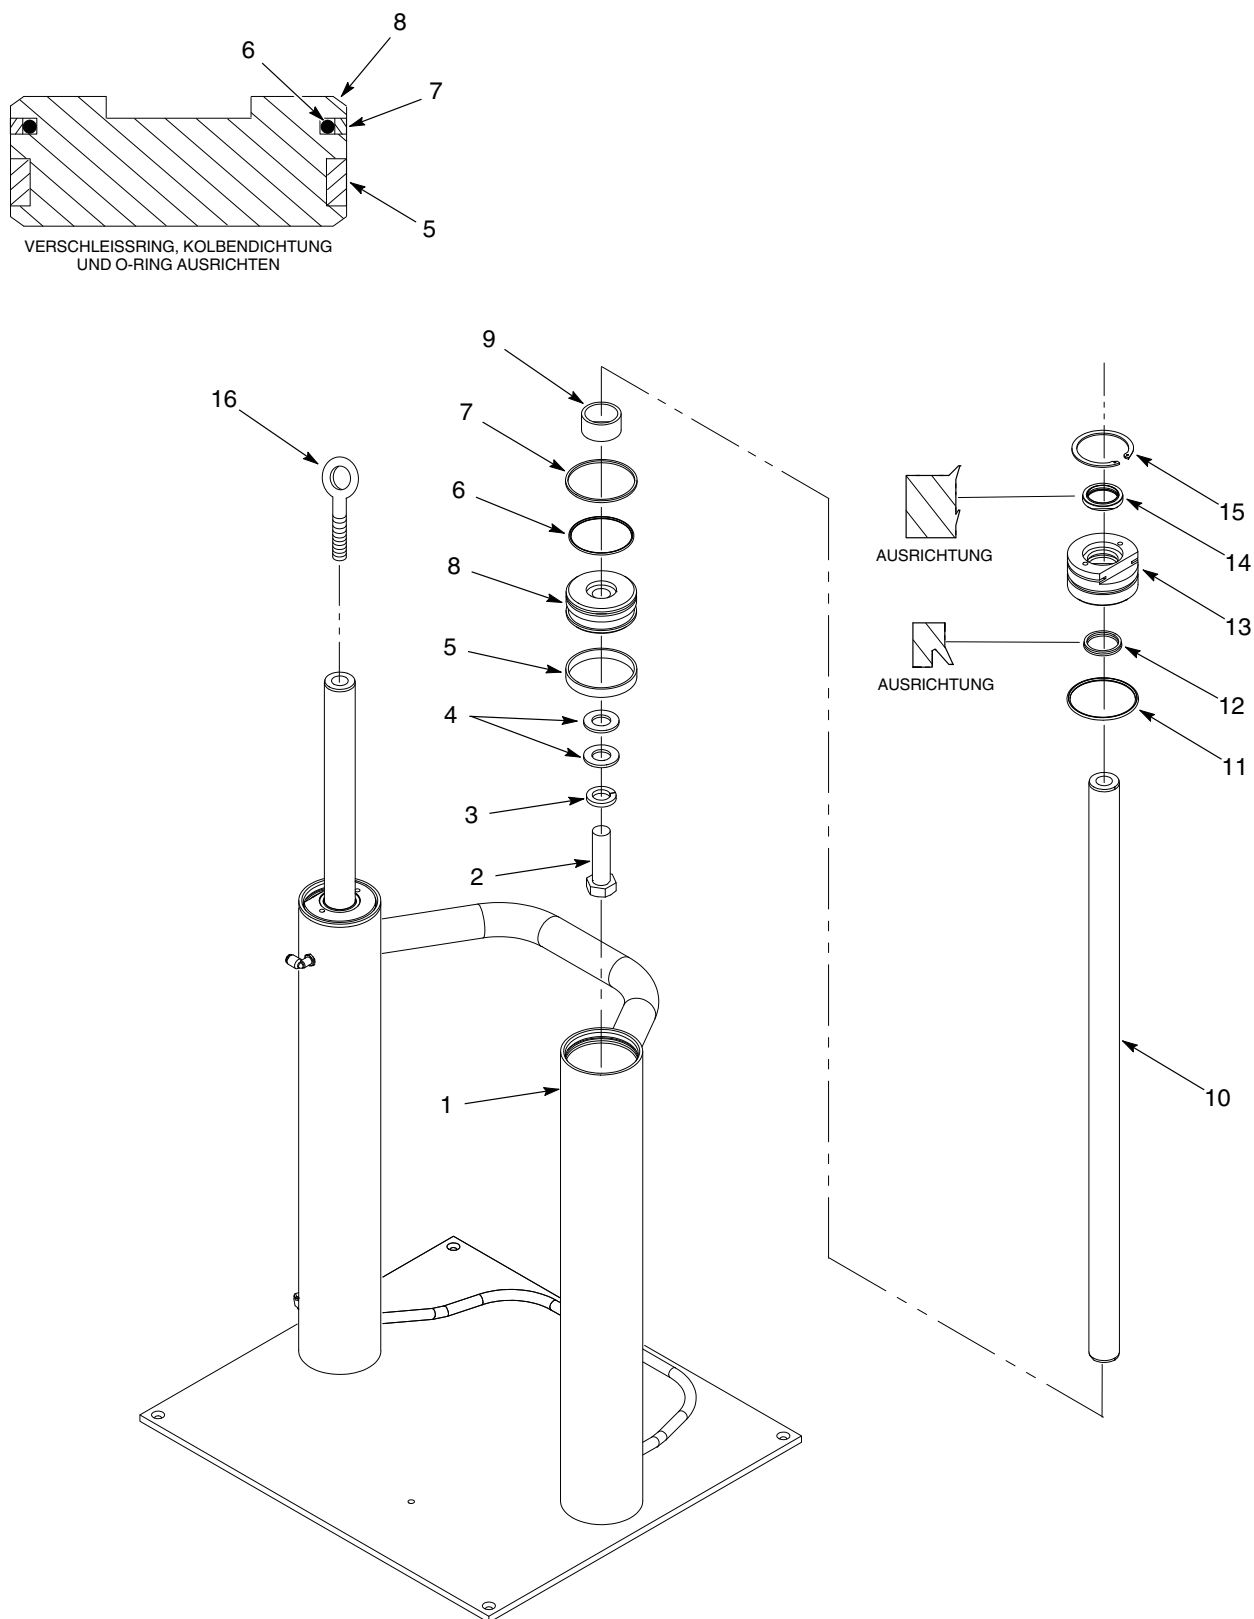

Abb. 5 Zylinder am kleinen Rahmen überholen
1. Siehe Abb. 5. Die $\frac{7}{8}$ -14 Ringschrauben (16) in jede Zylinderstange (10) schrauben.
- a. Die Ausrichtung der Zylinderköpfe (13) notieren.
- b. Mit einer Innen-Sprengringzange den Haltering (15) zusammendrücken.
- c. Den Haltering zusammengedrückt lassen und mit dem Hubgerät die Zylinderstange (10) aus dem Luftzylinder (1) nehmen.
4. Die Ringschrauben (16) von den Zylinderstangen (10) abnehmen.
5. Die Zylinderköpfe (13) von den Zylinderstangen (10) abnehmen. Die Abstreifer (14), Packungen (12) und O-Ringe (11) von jedem Zylinderkopf (13) abnehmen.
6. Die Sechskantkopfschrauben (2), Sicherungsscheiben (3) und Unterlegscheiben (4) von den Zylinderstangen (10) abnehmen.
7. Die Kolben (8) und Distanzstücke (9) abnehmen. Die Verschleißringe (5), Kolbendichtungen (7) und O-Ringe (6) von jedem Kolben (8) abnehmen.
1. Siehe Abb. 5. Die Innenwände der Luftzylinder (1) reinigen. Sofort etwas O-Ring-Gleitmittel auftragen, um Korrosion zu verhindern.
2. Die Kolben (8), Zylinderköpfe (13) und Zylinderstangen (10) reinigen.
3. Die Zylinderköpfe (13) auf Schäden an den Zylinderkopflagern prüfen und bei Bedarf ersetzen. Das Lager wird mit dem Kopf bearbeitet.
4. Neue Packungen (12) und neue Abstreifer (14) mit Rohvaseline einfetten. Diese Teile an jedem Zylinderkopf (13) installieren.
5. Neue O-Ringe (11) mit O-Ring-Gleitmittel einfetten. Einen O-Ring an jedem Zylinderkopf (13) installieren.
6. Die Kolben (8) auf Schäden prüfen und bei Bedarf ersetzen.
1. Siehe Abb. 5. Etwas Rohvaseline auf jede Zylinderstange (10) auftragen.
2. Die Distanzstücke (9) auf jeder Zylinderstange (10) installieren.
3. Loctite 271 auf die Gewinde der Sechskantkopfschrauben (2) auftragen. Die Kolben (8) mit den Unterlegscheiben (4), Sicherungsscheiben (3) und Schrauben auf den Zylinderstangen (10) installieren. Die Schrauben mit 190-195 ft-lb (258-264 N•m) festziehen.
4. Vorsichtig die Zylinderstange (10) bis zum Anschlag in den Luftzylinder (1) führen. Die verbleibende Zylinderstange auf die gleiche Weise installieren.